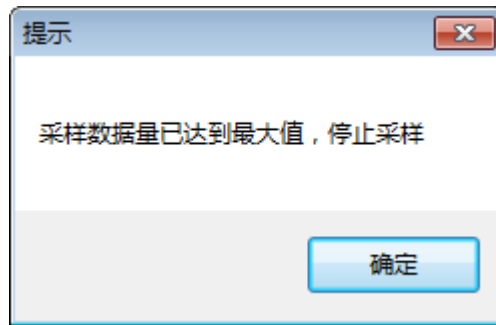

图 5.2 采样数据量达到最大值的提示
(1) 如果采集的数据量已经达到软件可接受的最大值，那么会弹出如图 5.2 提示，并自动停止采样。